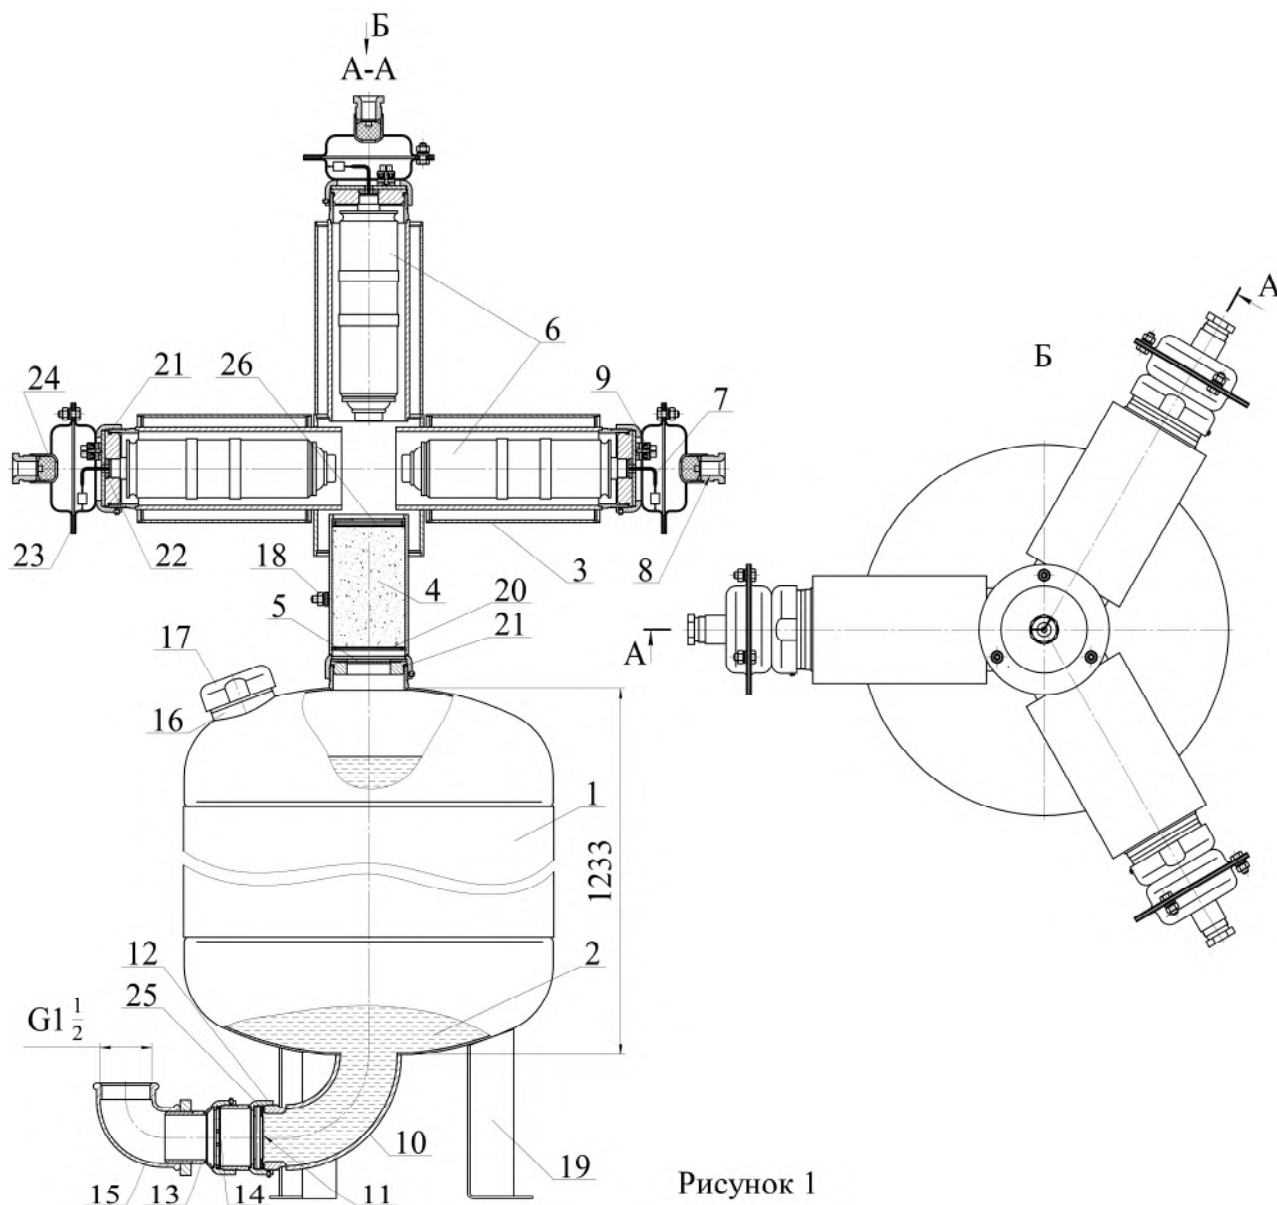

Рисунок 1
4.1.1 МУПТВ (см. рисунок 1) состоит из корпуса **1**, заправленного ОТВ **2**, газогенерирующего устройства **3** и мембранного рабочего узла, смонтированного в нижней части модуля. Канал с фильтрующим веществом **4**, соединяющий газогенерирующее устройство **3** с внутренней полостью корпуса **1**, загерметизирован эластичной прокладкой **5**. В корпусе газогенерирующего устройства установлены 4 ИХГ **6** с элементами электропусковыми **7**. Газогенерирующее устройство для каждого ИХГ снабжено вводными коробками с герметичными кабельными вводами **8**. Монтажные кабели через кабельные вводы **8** входят во вводную коробку и через зажимы контактные винтовые **9** соединяются с проводами элементов электропусковых **7**. В мембранном узле сопловое отверстие **10**, предназначенное для выхода ОТВ, перекрыто срезной мембраной **11**, которая поджата гайкой **12**. С гайкой **12** через штуцер **13** с закрепленным в нем фильтрующим элементом **14** присоединен угольник **15** с внутренней резьбой G1¹/₂, предназначенный для соединения МУПТВ с трубной разводкой. В верхней части корпуса расположены горловина **16** для заливки ОТВ и предохранительный клапан **17**. МУПТВ имеет заземляющий зажим **18**. В нижней части корпус МУПТВ снабжен тремя опорами **19** для установки на полу.
6.3 Установить корпус МУПТВ на полу, соединить заранее смонтированную трубную разводку с угольником **15** (см. рисунок 1). Закрепить опоры **19** к полу, координаты крепежных отверстий на опорах показаны на рисунке 2.
Залить в отверстие верхней горловины **16** (см. рисунок 1) воду (питьевую либо дистиллированную) (температура воды должна быть плюс ($15\dots25$) $^{\circ}\text{C}$ объемом $94,5^{+0,6}$ дм³. Открыть упаковки с жидкими добавками к воде и залить их в отверстие верхней горловины **16**.
6.5.3 Полученный раствор ОТВ порциями залить в отверстие верхней горловины **16** (см. рисунок 1). Для окончательного приготовления ОТВ открыть упаковки с жидкими добавками и залить их в отверстие верхней горловины **16**.
7.3 Комплект поставки для перезарядки МУПТВ (см. рисунок 1):